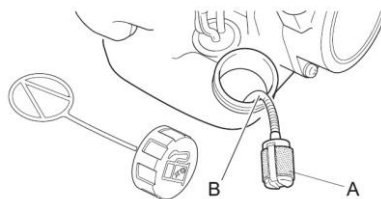

Fig. 10
ATTENZIONE! Se il motore del tagliaerba facesse fatica ad avviarsi, controllare il filtro del carburante (**Fig. 10-A**) e qualora fosse ostruito sostituirlo.
1. Estrarre il filtro del carburante (**Fig. 10-A**) dal serbatoio con un uncino metallico.
2. Sganciare il filtro dal condotto del carburante (**Fig. 10-B**) e sostituirlo con uno nuovo.